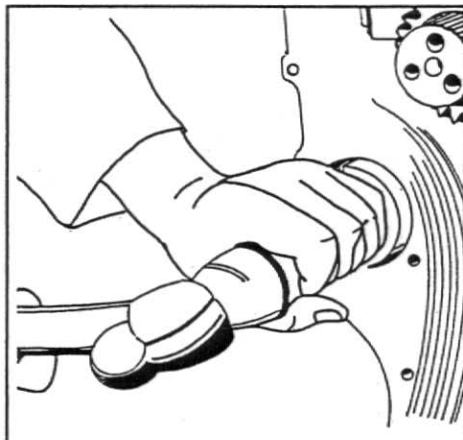

Fig. 7
3. Instale a bucha no bloco, utilizando a ferramenta nº 81 30 407, fig.7.